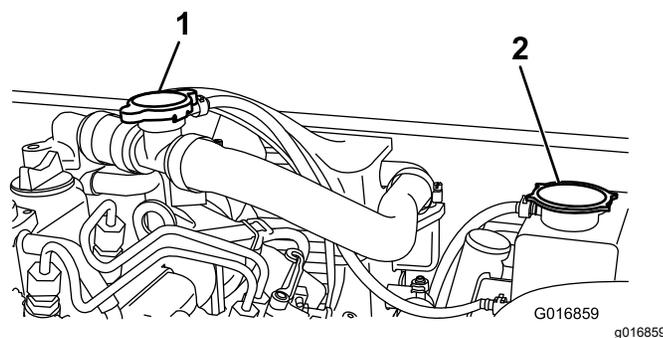

Рисунок 55
2. Снимите крышку расширительного бачка радиатора (Рисунок 55).
2. Снимите крышку заливной горловины (Рисунок 55) и залейте охлаждающую жидкость.
3. Установите на место крышку заливной горловины и снимите крышку расширительного бачка (Рисунок 55).